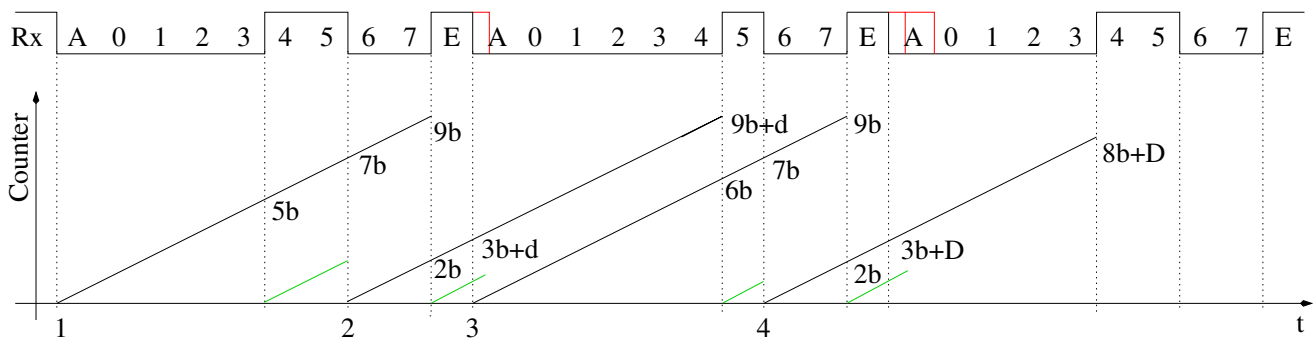

Abbildung 3.6. Mögliche Zeitmessungen für die STK_GET_SYNC Bitfolge
High-Pegel (1) verabredet. Die Übertragung beginnt dann mit einem Start-Bit auf Low-Pegel (0). Unmittelbar darauf wird die verabredete Zahl der Datenbits (8) beginnend mit dem niederwertigsten Bit übertragen und dann die Übertragung mit einem oder mehreren Stop-Bit (1) abgeschlossen. Der Pegel jedes einzelnen Bits wird für die verabredete Baud-Zeit beibehalten. Unmittelbar nach dem Ende der Stop-Bit Übertragung kann das nächste Start-Bit folgen. Es kann aber auch eine Pause mit nicht definierter Zeit bis zur Übertragung der nächsten Bitfolge auf das Stop-Bit folgen. In der Abbildung 3.6 ist das erwartete Ergebnis für die möglichen Zeitmessungen dargestellt. Auf der Zeitachse „t“ sind vier mögliche Startpositionen für eine vollständige Zeitmessung dargestellt. Der Counter wird jeweils bei einer erkannten 1 - 0 Flanke gestartet. Die richtige Startposition für das STK_GET_SYNC Zeichen ist mit der „1“ markiert. Die Marken „2“, „3“ und „4“ zeigen die Situation für drei falsche Startpositionen. Bei der Marke „2“ und „4“ wird fälschlicherweise eine 1-0 Flanke in der Datenübertragung als Start-Bit angenommen. Bei der Marke „3“ wird zwar ein Start-Bit richtig erkannt, es ist aber das falsche Zeichen (CRC_EOP). Es können immer dann die falschen Start-Bits erkannt werden, wenn der Bootloader erst gestartet wird, wenn die Datenübertragung schon läuft. In der Abbildung 3.6 sind die erwarteten Zählerstände für die 4 möglichen Startfälle angegeben. Dabei bedeutet das „b“ den Zählerstand für ein Bit (Baud-Dauer), das „d“ steht für eine mögliche Zeitverzögerung zwischen dem Ende der Stopbit-Übertragung bis zum Beginn eines neuen Startbits. Das „D“ steht für eine zu erwartende lange Zeitverzögerung bis zum nächsten Startbit. Die Sendesequenz ist hier zu Ende und der Rechner wartet auf eine Antwort des AVR. In der Rx-Reihe sind die Datenbits von „0“ (kleinstes Bit) bis „7“ (höchstes Bit) nummeriert. Das Start-Bit ist mit „A“ und das Stop-Bit mit „E“ gekennzeichnet. Das erste Byte ist die Codierung des STK_GET_SYNC Kommandos und das zweite Byte die Kodierung des Steuerzeichen CRC_EOP.